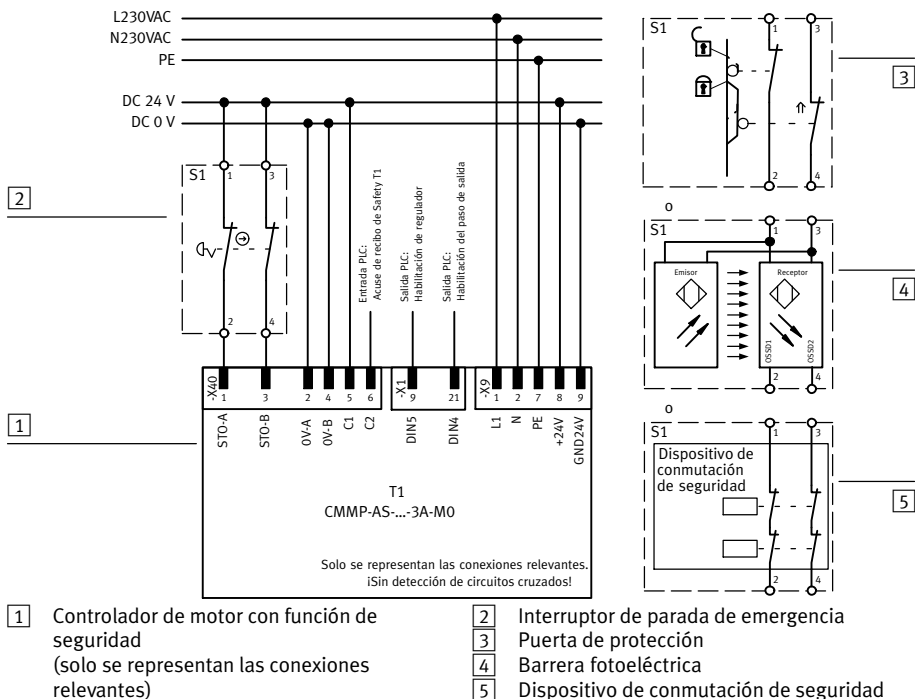

Fig. 3.1 Conexión de la función de seguridad integrada, ejemplo de un controlador de motor monofásico CMM-AS-...-3A-M0
Para garantizar la función STO “Safe Torque Off” se deben conectar las entradas de mando STO-A y STO-B en dos canales con cableado paralelo → sección 3.3.1, Fig. 3.1.
Para la primera puesta a punto del controlador de motor sin técnica de seguridad, el controlador de motor CMMP-AS-...-M0 se puede equipar con un circuito de protección mínimo conforme a Fig. 3.1 con un interruptor de parada de emergencia (2).